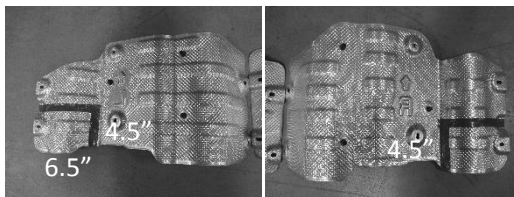

Figure 3
7. Découper l'écran thermique selon la figure 3.